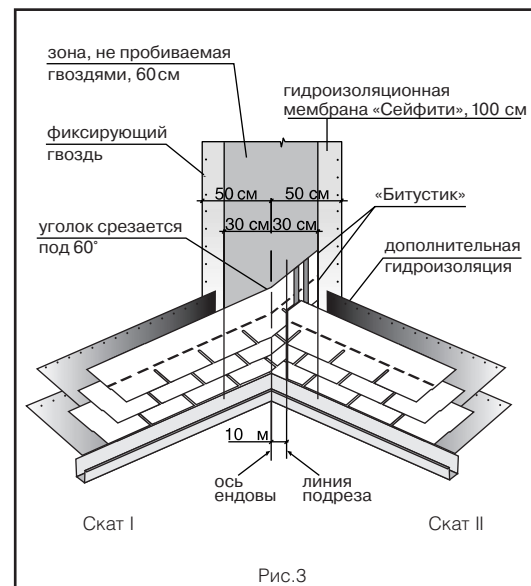

Рис.3
Ендова (рис.3)
- на прилегающем скате (II) вдоль оси ендовы на расстоянии 30 см от нее отбивается линия;
- лист, подходящий к ендове со ската II, должен доходить до линии подрезки и обрезаться по ней. Верхний уголок обрезанного края листа подрезается под углом 60° (5 x 3 см - рис. 3);